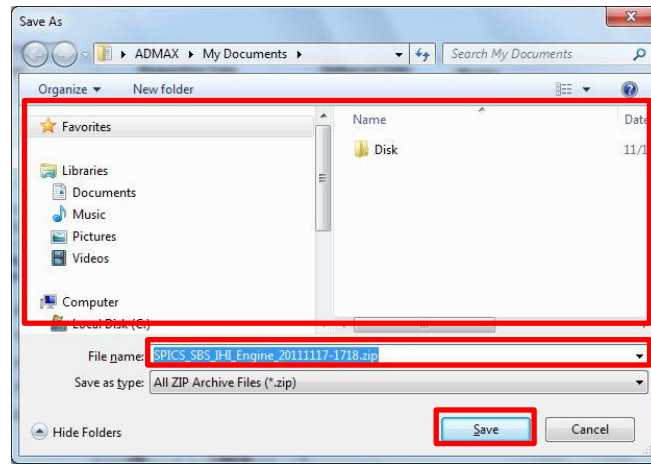

図 6.8 Save As
18. [OK] を選択すると、“Save As”画面(図 6-8) が表示されます。